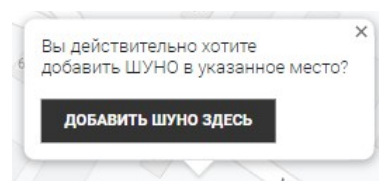

Рисунок 3
- 3) Указать адрес ШУНО. Для этого можно либо вручную кликнуть мышью на карте по фактическому месту расположения ШУНО, либо ввести в поле «Введите улицу/дом» название улицы и номер дома. Во втором случае для активации поиска после ввода адреса необходимо нажать клавишу «Enter». После того как место расположения ШУНО найдено, необходимо на карте щёлкнуть левой клавишей мыши. На карте появится окно (рисунок 3). Если место расположение ШУНО указано верно, то необходимо нажать кнопку «Добавить ШУНО здесь».